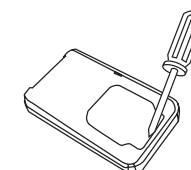

Fig. 2
3. Insérer un tournevis plat (Fig.2) à l'endroit où se situe le trou et faite levier pour retirer le capot